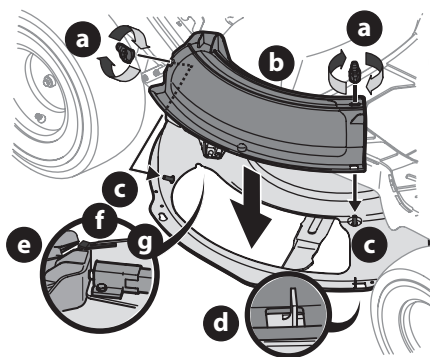

Figure 12
1. Retirez les écrous papillon du plateau de coupe et conservez-les pour utilisation ultérieure (Figure 12).
2. Installez le bouchon de déchetage (b) sur l'orifice d'évacuation du plateau de coupe. L'arrière du bouchon de déchetage (b) doit être glissé sous la languette (f) du support arrière gauche (g). Introduisez les goujons (c) sur la surface du plateau de coupe dans les trous sur la partie supérieure du bouchon de déchetage (b). Introduisez la petite encoche sur le rebord du plateau dans le trou carré sur la partie inférieure du bouchon de déchetage (b) (Figure 12).
REMARQUE : Assurez-vous que la partie supérieure arrière du bouchon de déchetage (b) s'appuie contre l'interrupteur de sécurité situé sur la surface du plateau de coupe et sous la languette (f) du support arrière gauche (g). Le moteur ne démarrera pas si le bouchon de déchetage n'est pas bien installé (Figure 12).
3. Fixez le bouchon de déchetage (b) en serrant les boutons à oreilles (a) retirés plus tôt (Figure 12).